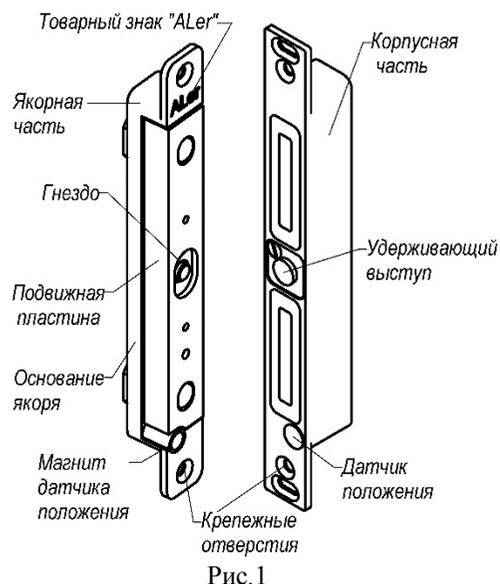

Рис. 1
4.1 ЗАМОК состоит из корпусной и якорной частей. Корпусная часть монтируется в дверной коробке, якорная часть - в двери. При закрытии двери подвижная пластина якорной части (рисунок 1) притягивается к рабочей поверхности корпусной части, при этом удерживающий выступ на корпусе входит в соответствующее гнездо пластины якоря и блокирует дверь. Величина удерживающего усилия замка определяется конструктивными размерами удерживающего выступа. При снятии напряжения питания ЗАМОК разблокируется, что приводит к отпираанию двери.
4.2 Датчик Холла, расположенный на фланце корпуса (датчик положения), и магнит датчика положения, расположенный в якорной части (рисунок 1), используются для управления внутренней электронной схемой замка и определяют режимы «ПОДБРОС» и «УДЕРЖАНИЕ». При закрывании двери по сигналу датчика положения выполняется включение обмоток замка большим током намагничивания. Тем самым реализуется режим активного притягивания («подброс» якоря). Режим «ПОДБРОС» длится 4 – 5 секунд, после чего происходит переключение в режим «УДЕРЖАНИЕ» в заблокированном положении с пониженным током потребления.
Якорная часть вертикального варианта должна быть сориентирована в гнезде по установочной метке в виде товарного знака «ALer» направлением вверх (рисунок 1), для горизонтального варианта знак «ALer» на якорной части должен находиться ближе к оси поворота двери (рисунок 3).
5.3 Для монтажа корпусной части в дверной коробке подготавливается аналогичное гнездо напротив гнезда в двери. Корпусная часть замка ориентируется относительно якорной части по датчику положения на фланце замка. Датчик положения на корпусе должен находиться напротив магнита на якорной части (рисунок 1). Рекомендуется гнездо делать на 2-5мм шире корпуса, чтобы компенсировать погрешности монтажа в поперечном направлении за счет перемещения корпусной части в пределах гнезда.